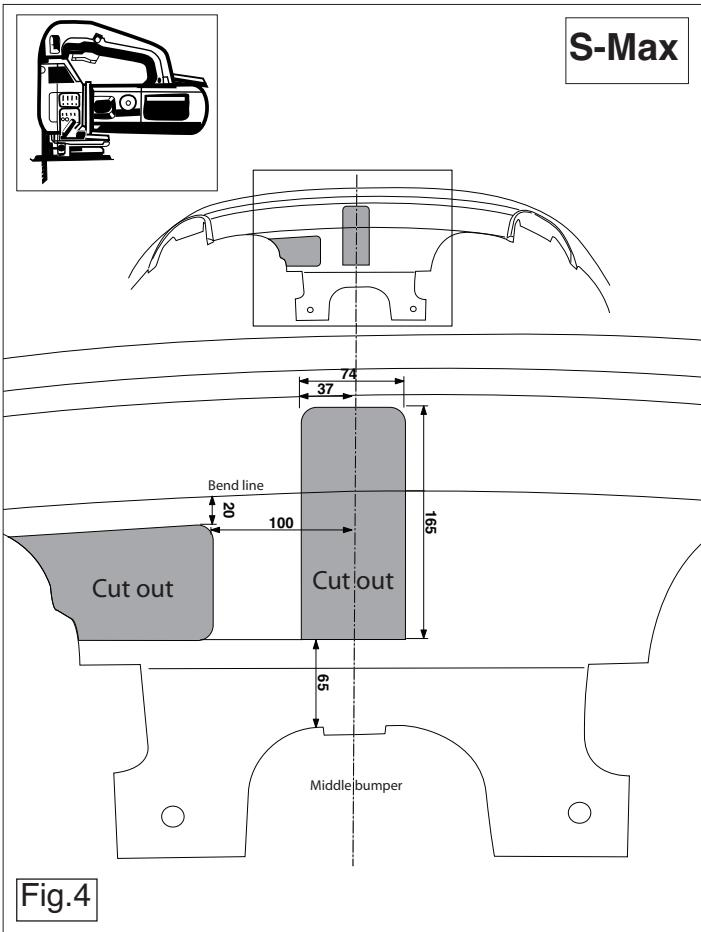

Fig.4
**S-Max:** Выпилить обозначенные части, как указано на рис. 4.